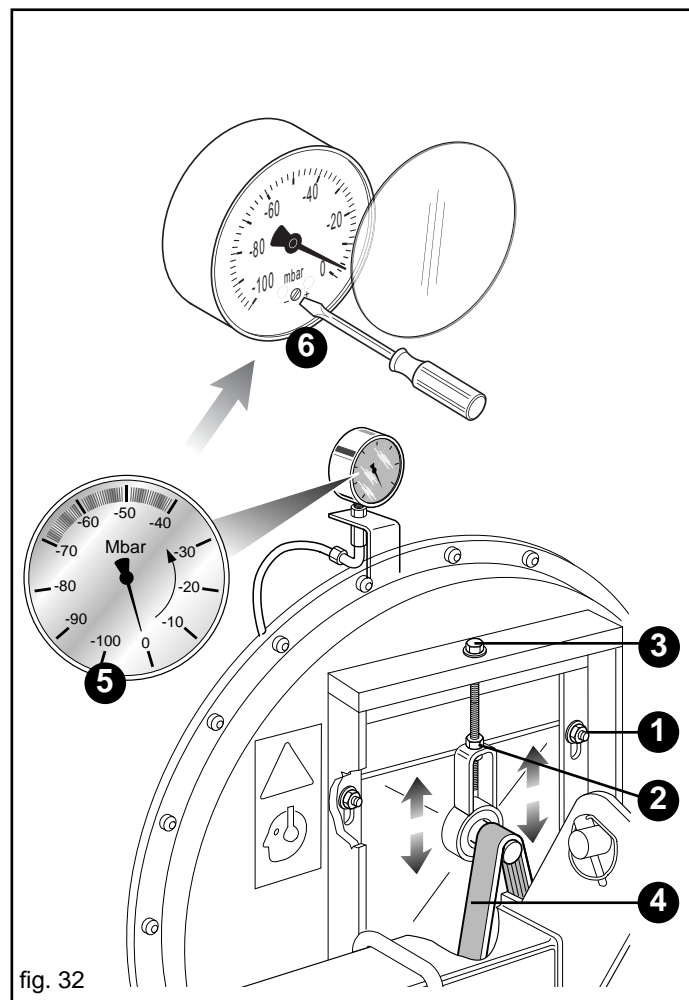

fig. 32
L'aspiratore (Fig. 32) crea il vuoto all'interno dei distributori, permettendo che i semi aderiscano al disco.
- Allentare le 4 viti (1, Fig. 32);
- Allentare il dado (2, Fig. 32);
- Se consumata, sostituire la cinghia (4, Fig. 32);
- Mettere la cinghia in trazione serrando la vite (3, Fig. 32);
Il vacuometro (5, Fig. 32) misura il vuoto; quello fornito indica valori di aspirazione da **-0 a -100 mbar**. I valori indicativi medi di aspirazione sono: